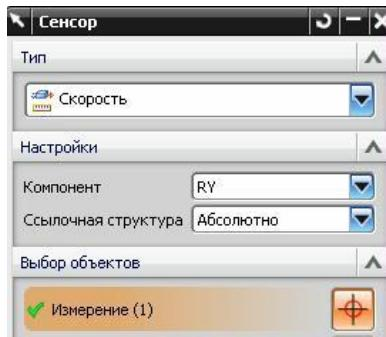

рис.130
- Значение этого сенсора мы определяем как угловую **скорость** вращения красного маховика относительно оси Y абсолютной СК (рис.130).